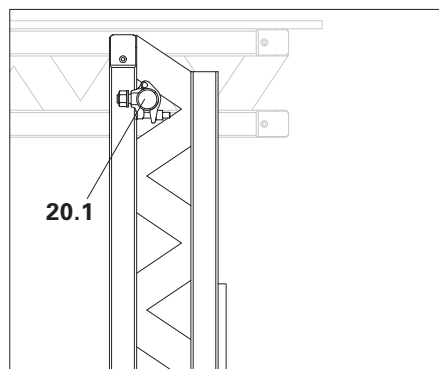

Fig. A4.02.1
1. Positionnez l'élément pré-assemblé (20) sur la table SKYTABLE et, avec le tube d'échafaudage de $\varnothing 48$ mm (20.1), installez à travers les espaces GT24.
2. Sécurisez le tube d'échafaudage contre tout glissement au moyen d'un accouplement d'échafaudage. (Fig. A4.02.1)